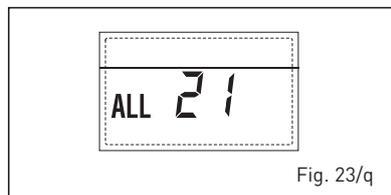

Fig. 23/q
- INTERVENTO TERMOSTATO SICUREZZA SECONDA ZONA MISCELATA "ALL 22" (fig. 23/r)